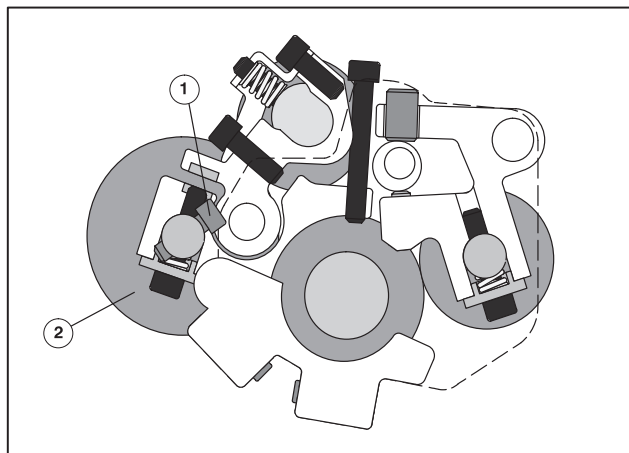

Рис. 37 Накатной валик увлажнения к форме, юстировка
- 1 Установите накатной валик увлажнения (Рис. 37/2) с помощью специальной функции SF 01 к форме.
- 6 Проверьте полосы краски на печатной форме и при необходимости подрегулируйте регулировочными винтами (Рис. 37/1). **Направление вращения:** вращение вправо сужает полосы краски, вращение влево расширяет полосы краски.